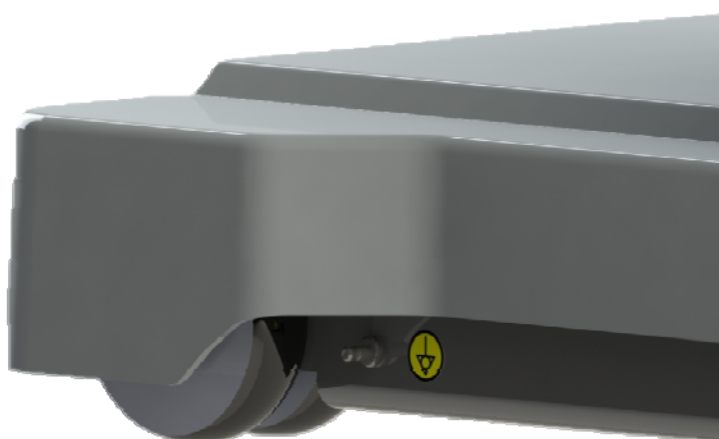

Рисунок 2 – Зажим выравнивания потенциалов.
9.4 Перед использованием стола по назначению подсоедините стол к контуру выравнивания потенциалов с помощью зажима расположенного на станине основания стола (Рисунок 2).